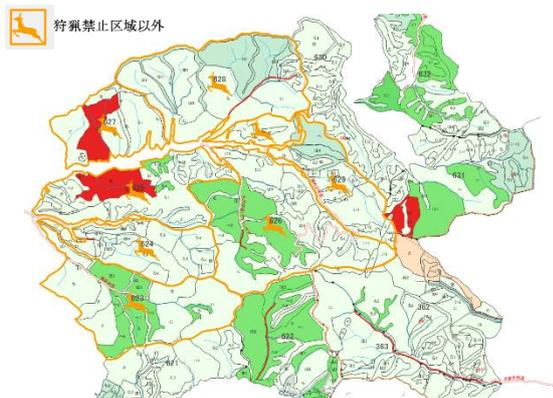
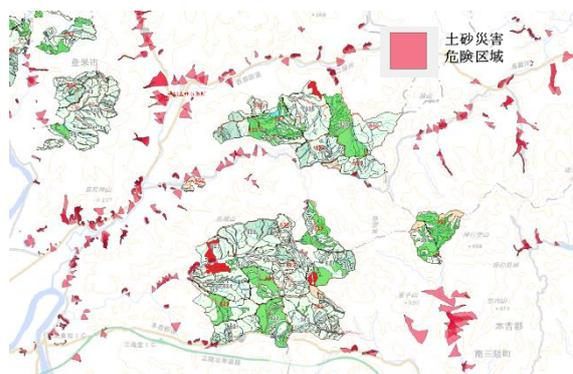

図3 狩猟禁止区域等
図4 ハザードマップ
③安全対策への活用 (図 3・図 4)
当署管内の一部地域では、シカの生息数増加に伴って狩猟関係者の入林も増加しているため狩猟禁止区域等(図3)を表示し入林状況を常に更新することで、現場において、安全作業を行うべく活用しています。
加えて、近年頻発している豪雨災害時にはハザードマップ(図4)として活用することもできます。国有林の危険な場所はもちろん、民有地の情報も把握できるため、現場までの安全なルートも模索や優先順位を付けた初動対応に活用することができます。